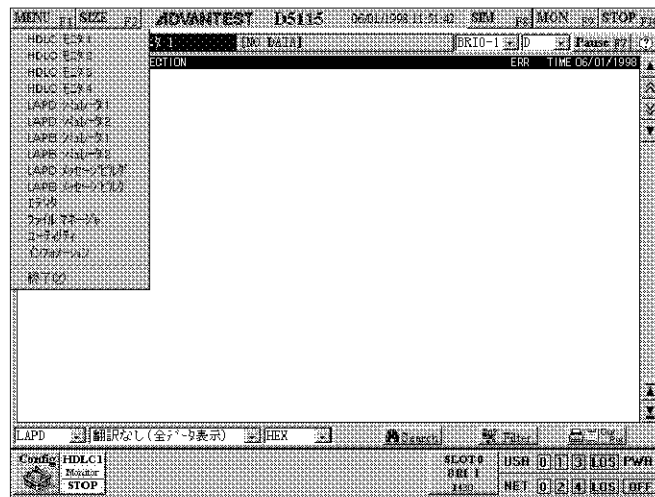

図 3-9 機能モジュール選択メニュー
- 上記のいずれかの操作により、図 3-9 のような機能モジュール選択メニューが表示されます。